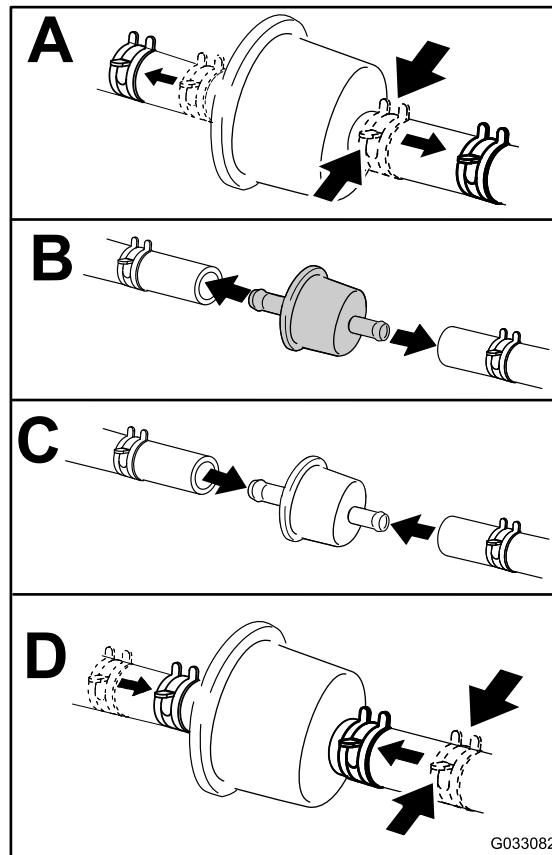

Figura 49
5. Substitua o filtro de combustível (Figura 49).